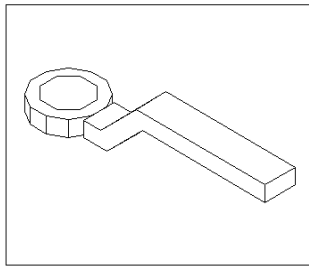

图 16-15
(11) 单击  按钮或者在命令行直接输入 hide。执行 View→3D Views→SE Isometric 命令，结果如图 16-15 所示。
(12) 单击  按钮或者执行 View→3D Views→Top 命令。
(14) 作多义线。单击  按钮或者在命令行直接输入 pline。